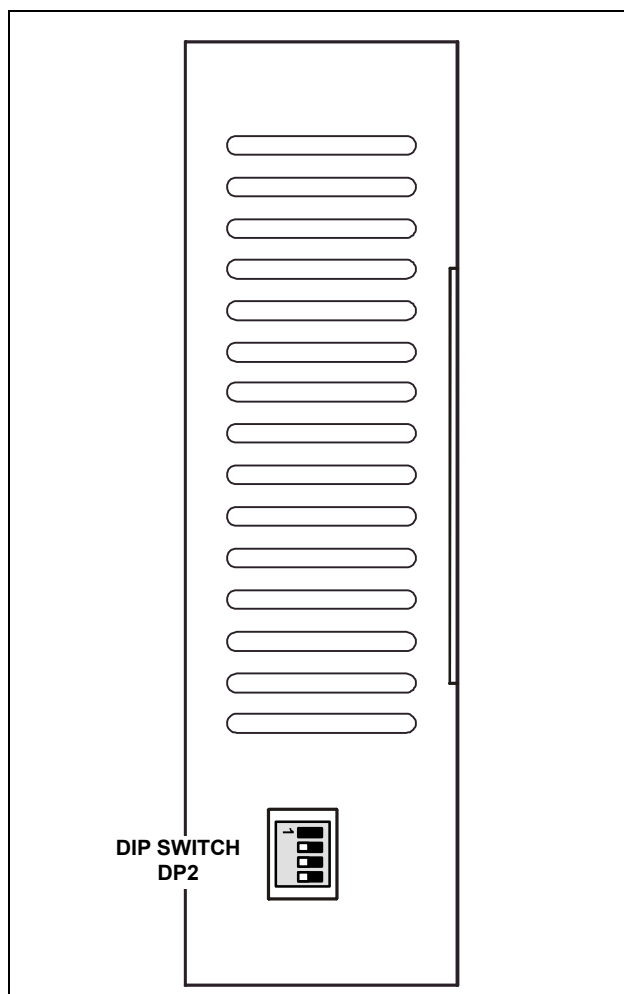

Fig. 5 – Dip-switch DP2 (Vista inferiore azionamento PLUS B).
6.3-In Fig. 5 è indicata la disposizione del DIP-SWITCH DP2 posto nella parte inferiore degli azionamenti della serie PLUS B.
La Tabella 5 seguente indica le modalità di impostazione dei dip 1, 2, 3 e 4 di **DP2** (vedi Fig. 5).